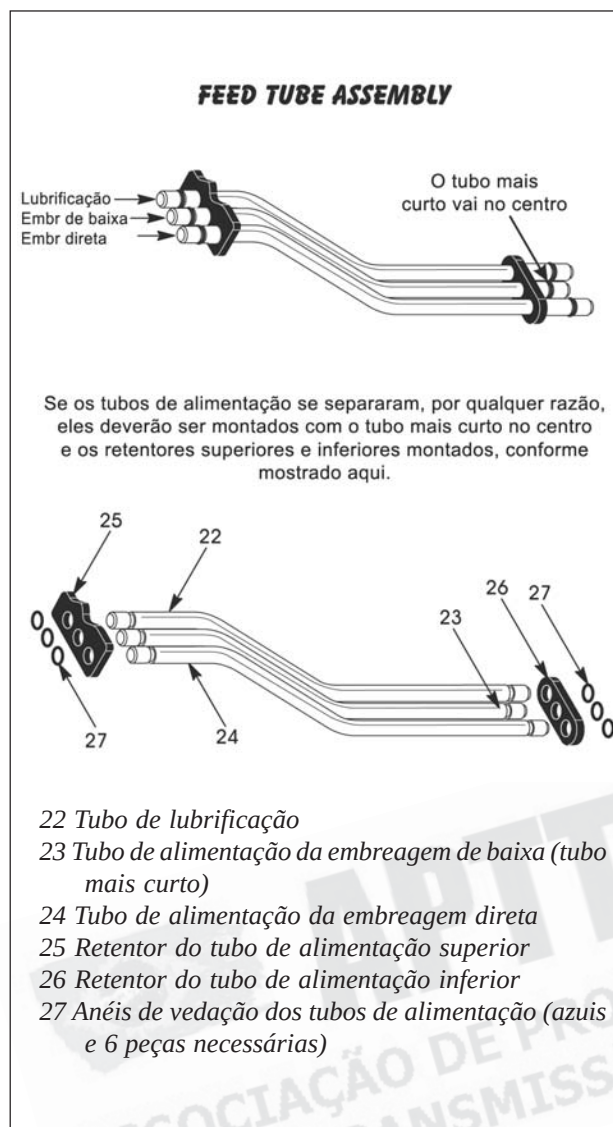

Figura 275
81. Se o tubo de alimentação foi separado durante o processo de limpeza, como às vezes acontece, consulte a figura 275 para a montagem correta do mesmo.
82. Instale novos anéis de vedação nas extremidades de todos os 3 tubos de alimentação, conforme mostrado na figura 275 e lubrifique-os com uma pequena quantidade de vaselina neutra.